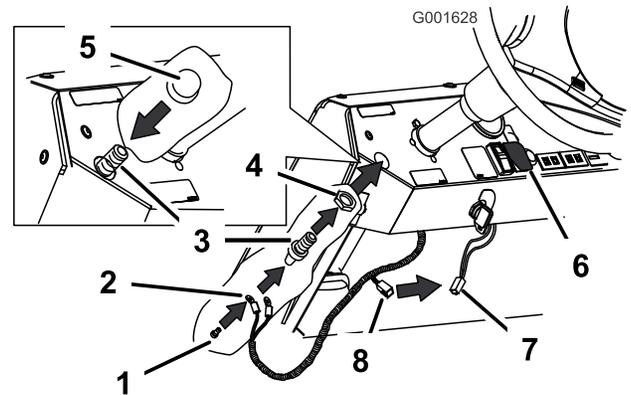

Figure 16
2. Retirez le chapeau du bouton de commande d'avertisseur sonore et vissez l'écrou sur le filetage exposé du contacteur (Figure 16).
3. Connectez les câbles blanc et rouge au bout du faisceau de câblage à l'arrière du contacteur d'avertisseur sonore au moyen des deux vis fournies (Figure 16).
4. Amenez le contacteur sous le tableau de bord et poussez-le dans le trou percé (Figure 16).
5. Vissez le chapeau du bouton de commande de l'avertisseur sonore pour fixer l'ensemble au tableau de bord (Figure 16).
6. Passez sous le tableau de bord et vérifiez la présence d'un câble, comme illustré à la Figure 16. Il vient du faisceau principal sous le commutateur d'éclairage. Si le câble est présent, connectez-le au nouveau faisceau.